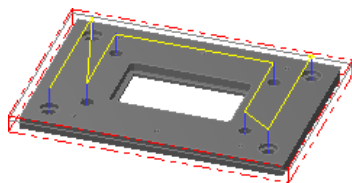

图 2.24 刀具路径
Step5. 设置共同参数。在“2D 刀具路径 - 钻孔/全圆铣削 深孔钻-无啄孔”对话框的左侧节点列表中单击 **共同参数** 节点，在 **工作表面 (T)** 文本框中输入值 0，在 **深度 (D)...** 文本框中输入值 -15，完成共同参数的设置。
Step7. 单击“2D 刀具路径-钻孔/全圆铣削 深孔钻-无啄孔”对话框中的 按钮，完成加工参数的设置，此时系统将自动生成图 2.24 所示的刀具路径。